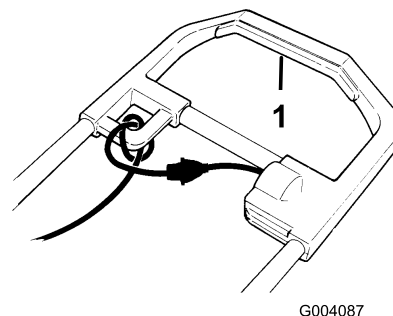

Bild 9
1. Drücken Sie zum Anlassen der Rotorblätter den Schaltbügel (Bild 9).